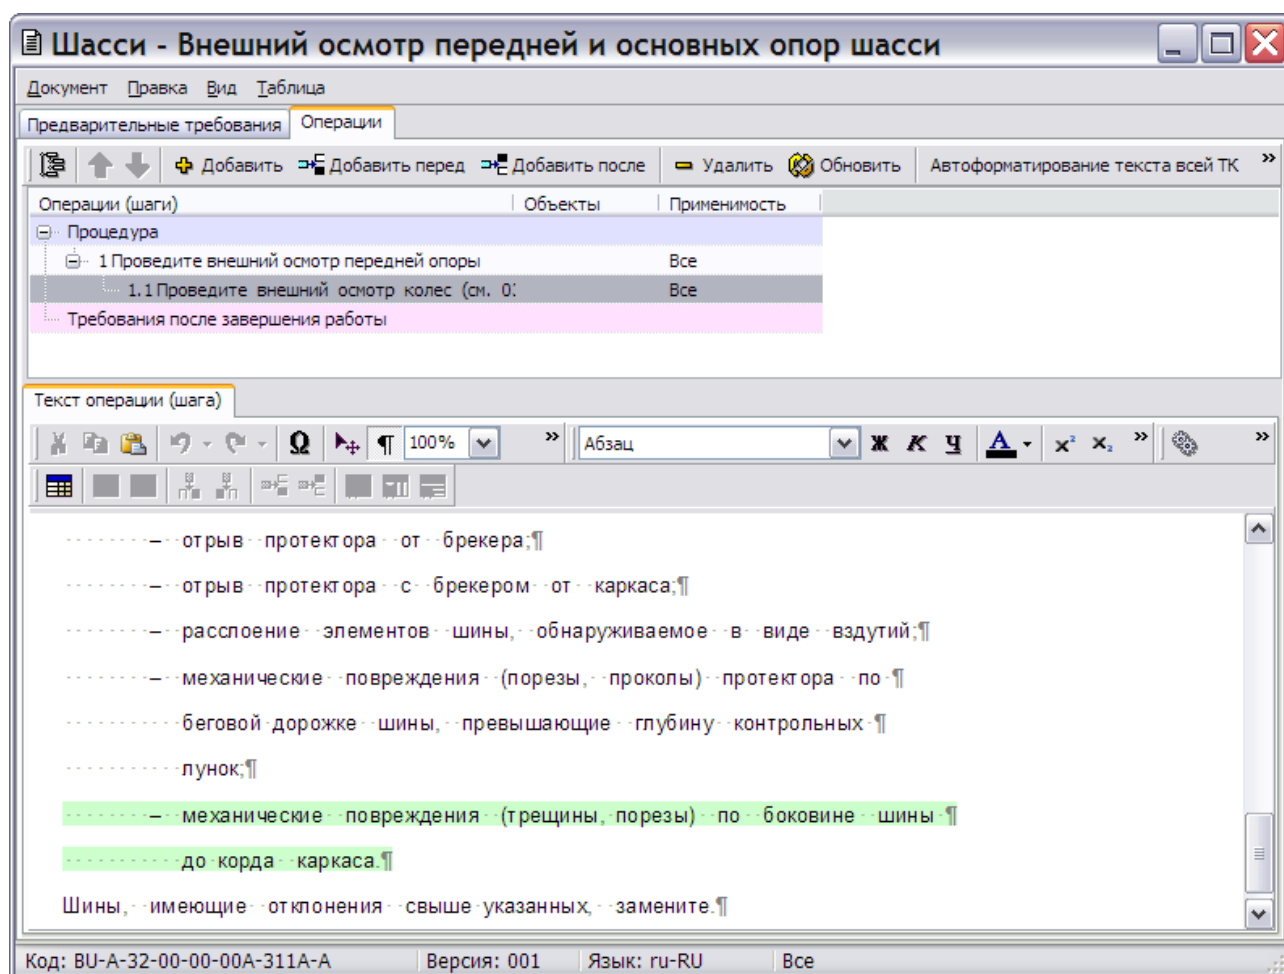

Рис. 22.72
3. Выделите версию модуля данных и нажмите на кнопку  **Редактировать**. При этом откроется окно редактора техкарт (Рис. 22.72).
Применяемость для содержимого техкарты на вкладке **Текст операции (шага)** указывается так же, как в редакторе описательного модуля данных (см. раздел 22.4.1 «Указание применяемости для содержимого описательного модуля данных»). Имеется возможность указать применяемость для операции (шага), для части текста операции (шага), для объекта или для части объекта. Для указания применяемости всей операции (шага) используйте пункт контекстного меню **Применяемости**, для указания применяемости части текста, объекта и т.п. используйте кнопку **Выбрать применяемость**  на панели инструментов. На Рис. 22.72 показан пример с указанной применяемостью для части текста шага.